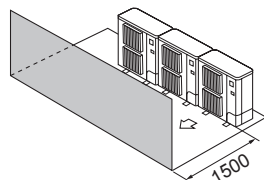

Fig. 2-14
- ③ Само препятствия отпред (Fig. 2-14)